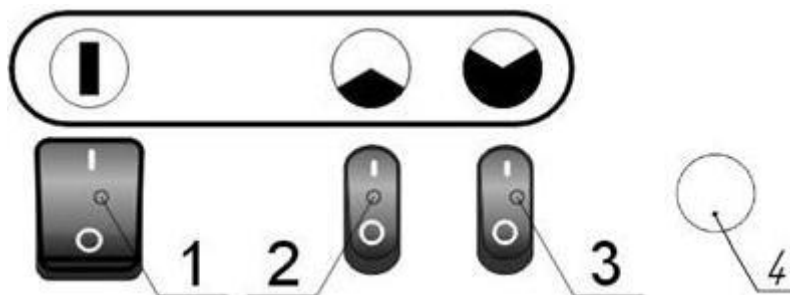

Рис.2. Задняя обечайка с пультом управления
На планке кнопок управления поз. 2 расположены выключатель сетевой поз. 1 (рис.2) и выключатели нагревателей поз. 2 и 3 (рис. 2).
7.1.1 Для включения тепловентилятора в режим вентиляции необходимо включить сетевой выключатель (поз.1 рис.2) в положение “”, при этом включается подсветка клавиши и включается вентилятор.
Для работы в режиме 1 с мощностью 1,6 кВт включить клавишу поз.2 (рис.2) в положение “”, при этом включается подсветка клавиши, и тепловентилятор работает с мощностью 1,6 кВт на одном нагревателе ().
Для работы в режиме 2 установить клавишу поз. 3 (рис.2) в положение “”